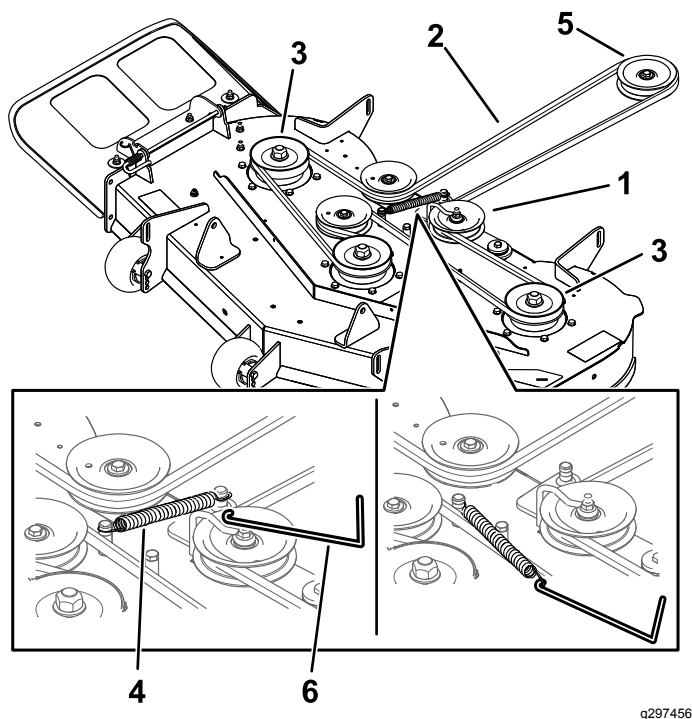

Figura 50
6. Pase la correa nueva alrededor de las poleas del motor y del cortacésped (Figura 50).
7. Usando una herramienta para la retirada de muelles (Pieza Toro N° 92-5771), instale el muelle tensor sobre el gancho de la carcasa y tense la polea tensora y la correa (Figura 50).